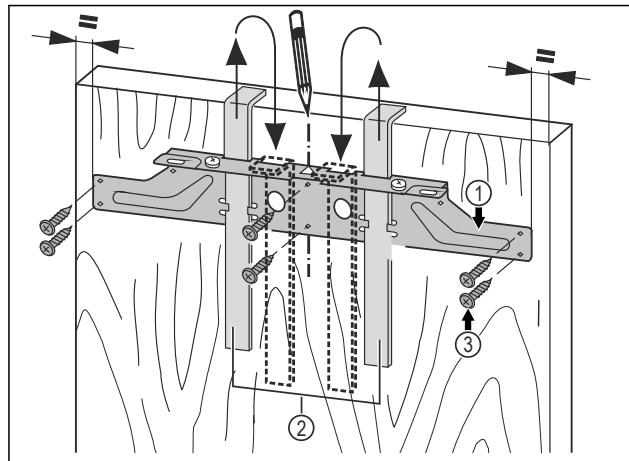

Fig. 44
- Uzkariniet stiprinājuma šķērsi Fig. 44 (1) mēbeles durvju iekšpusē, izmantojot montāžas palīglīdzekļus Fig. 44 (2).
- Nolīmeņojiet stiprinājuma šķērsi Fig. 44 (1) uz durvīm pa vidu.
- Pieskrūvējiet stiprinājuma šķērsi Fig. 44 (1) ar vismaz 6 skrūvēm Fig. 44 (3).
- Pieskrūvējiet stiprinājuma šķērsi Fig. 44 (1) ar vismaz 4 skrūvēm Fig. 44 (3).
- Izvelciet montāžas palīglīdzekļus Fig. 44 (2) ārā virzienā uz augšu un sagrieztā veidā iebīdīet blakus esošajās stiprinājuma atverēs.